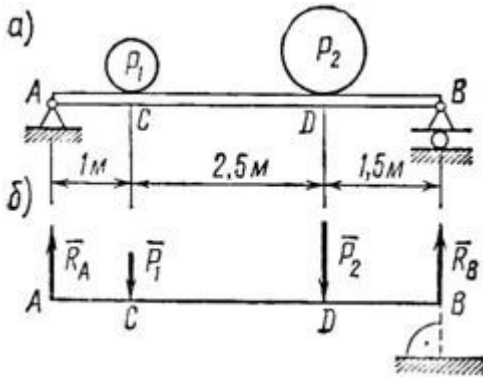

Рисунок 12
3. На горизонтальную балку АВ, левый конец которой имеет шарнирно-неподвижную опору, а правый – шарнирно-подвижную, в точках С и D поставлены два груза:  $P_1=10$  кН и  $P_2 = 20$  кН (рис. 12, а). Определить реакции опор балки.